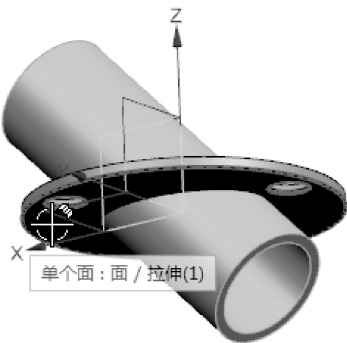

图 3-77 选择修剪工具体
- 08 在【工具】选项区中激活【选择面或平面】命令，接着在上边框条中选择【单个面】约束规则，再选择底座下表面作为工具体，如图 3-77 所示。